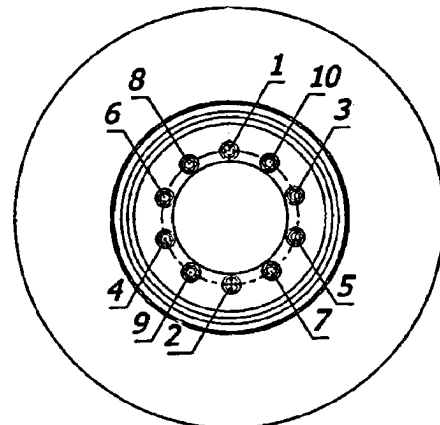

Рис. 220. Порядок затяжки гаек колеса
**При проведении технического обслуживания (сервис 1)** гайки крепления колес должны быть затянуты равномерно в два-три приема согласно схеме, указанной на рис. 220 с моментом 54-67 кгс·м. После 100 — 150 км пробега следует проверить крепление колес и при необходимости подтянуть до указанного момента.